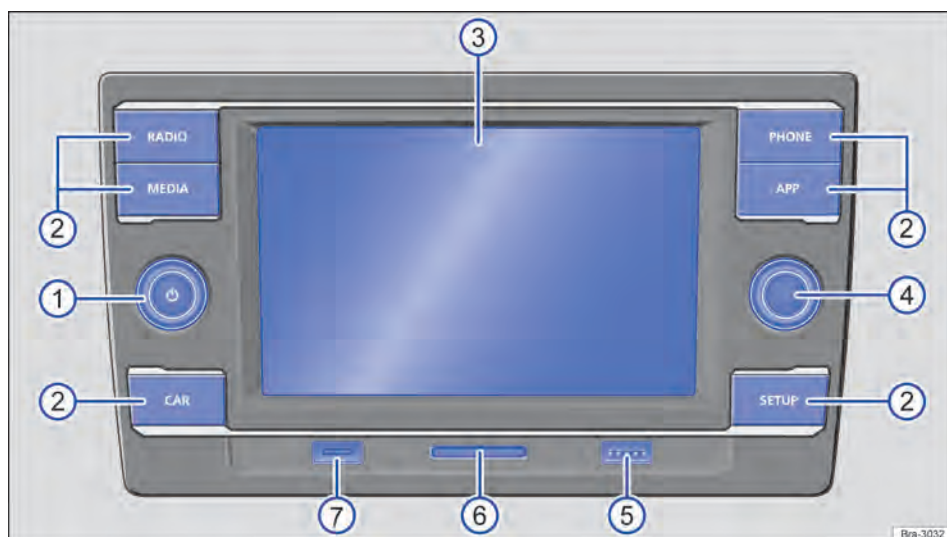

Fig. 108 Vista geral dos comandos.
O botão rotativo e de pressão → Fig. 107 ① ou → Fig. 108 ① é designado por seletor do volume ou botão de ligar e desligar.
O botão rotativo e de pressão da direita → Fig. 107 ⑤ ou → Fig. 108 ④ é designado por seletor.
Pressionar brevemente o botão on / off → Fig. 107 ① ou → Fig. 108 ①.
Para operar os botões do rádio → Fig. 107 ③ ou → Fig. 108 ② pressioná-los brevemente.
O botão seletor → Fig. 107 ⑤ ou → Fig. 108 ④ pode ser girado ou pressionado. Ao girá-lo, listas são pesquisadas ou listas de estações de rádio ou de títulos de mídia são abertas, por exemplo. Ao pressioná-lo os registros marcados são acessados, configurações são adotadas e funções, iniciadas ou interrompidas.
Na entrada de cart  o SD    Fig. 107    ou    Fig. 108    somente podem ser inseridos cart  es SD com as dimens  es de 32 mm x 24 mm x 2,1 mm (1,26 x 0,94 x 0,083 polegadas) ou 32 mm x 24 mm x 1,4 mm (1,26 x 0,94 x 0,055 polegadas).